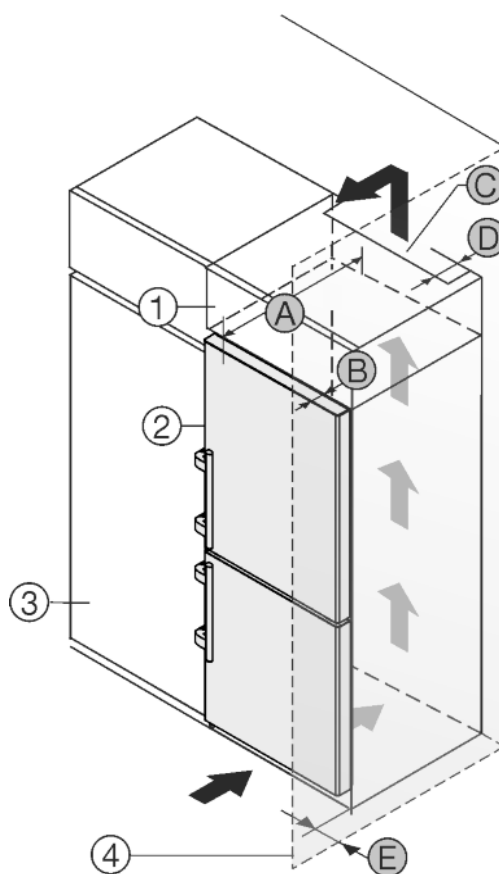

Fig. 13
Aparatul poate fi refăcut cu dulapuri de bucătărie. Pentru a aduce aparatul Fig. 13 (2) la același nivel cu mobilierul de bucătărie, se poate monta deasupra aparatului un dulap suspendat Fig. 13 (1).
Aparatul poate fi amplasat direct lângă dulapul de bucătărie Fig. 13 (3). Pentru a putea deschide complet ușa, aparatul trebuie să fie proeminent cu cel puțin grosimea Fig. 13 (B) față de suprafața frontală a dulapului de bucătărie. În funcție de grosimea dulapurilor de bucătărie și de utilizarea distanțierelor de perete, aparatul poate ieși mai mult în afară.
Dacă aparatul este amplasat direct lângă un dulap de bucătărie *Fig. 13 (3)*, este necesară o distanță de min. 5 cm față de aparat. Pentru a putea deschide complet ușa, aparatul trebuie să fie proeminent cu cel puțin adâncimea *Fig. 13 (B)* față de suprafața frontală a dulapului de bucătărie. În funcție de adâncimea dulapurilor de bucătărie și utilizarea distanțierelor de perete, aparatul poate ieși mai mult în afară.
- În partea din spate a dulapului suspendat trebuie să existe o fantă de aerisire cu grosimea *Fig. 13 (D)* pe toată lățimea dulapului suspendat.
- Sub plafonul incintei trebuie să fie păstrată o secțiune de ventilație *Fig. 13 (C)*.
Atunci când aparatul este montat cu balamalele lângă un perete *Fig. 13 (4)*, trebuie să fie păstrată distanța *Fig. 13 (E)* între aparat și perete. Această valoare corespunde proeminenței mânerului cu ușa deschisă.